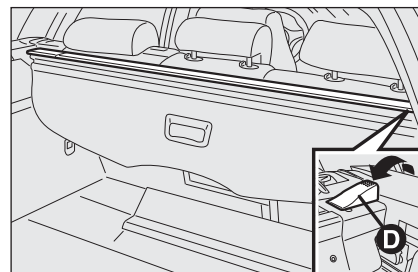

fig. 22
**ATTENZIONE** Per togliere la tendina arrotolarla e verificare che anche la rete di separazione abitacolo (per versioni/mercati, dove previsto) sia arrotolata (vedere paragrafo seguente), quindi sollevare verso l'alto la leva **D-fig. 22**. Sollevare e sfilare la tendina dal bagagliaio.
- ☐ mantenendo la leva **D-fig. 22** sollevata inserire la tendina nell'apposita sede sul lato destro;